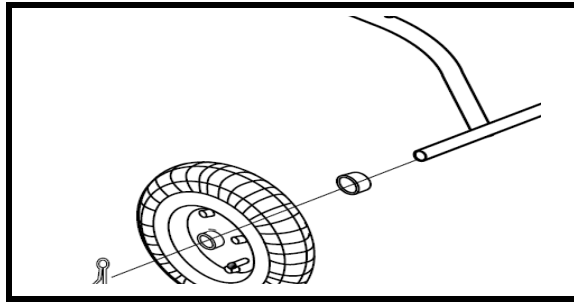

Abb. 5
2. Dann zunächst ein Distanzstück, eine Scheibe, das Rad und eine weitere Scheibe aufschieben. Das Rad mit einem Splint sichern, Abb. 5.